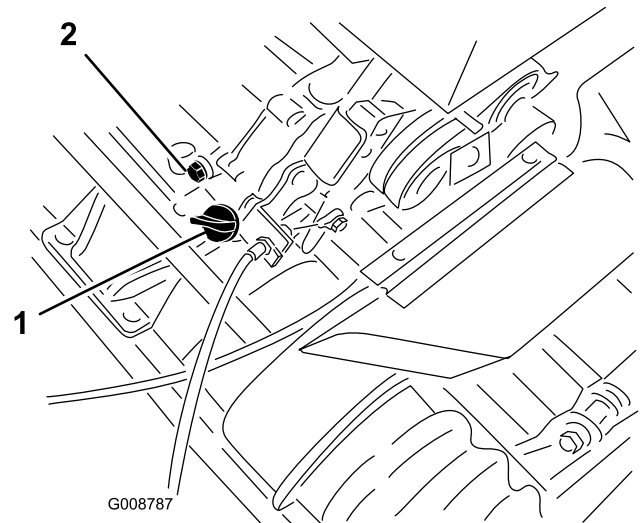

Figura 22
1. Coloque o cortador de maneira a que o motor esteja nivelado e limpe à volta o medidor do nível de óleo (Figura 22).
2. Coloque um recipiente de drenagem na traseira da máquina, debaixo do tampão de escoamento (Figura 22).